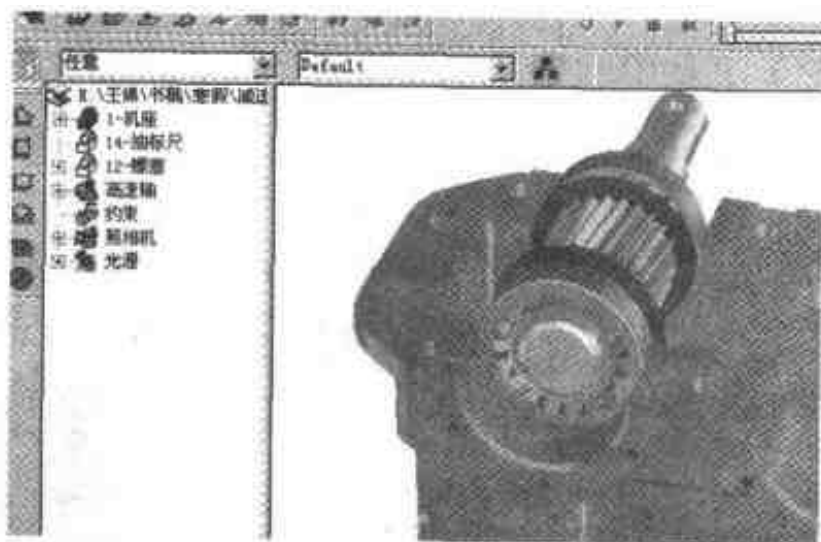

图 3.141 读入高速轴组件
- (4) 选择【文件】|【插入】|【零件/装配】命令，然后将装配成功的高速轴组件读入设计环境。
- (5) 在右侧零件树上将零件名称改为“高速轴”，结果如图 3.141 所示。